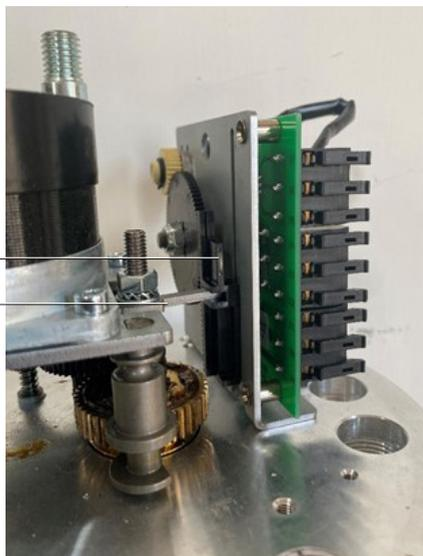

Fig. 8
- Acople la barra de retroalimentación fija directamente a la varilla de accionamiento del eje del actuador. Ver Fig. 8 "Disposición de la retroalimentación del interruptor de recorrido auxiliar (1-6 kN)" para obtener información sobre el producto
- En primer lugar, deslice el interruptor S4 sobre las clavijas de retención del interruptor y asegúrese de que la orientación es tal y como se muestra en la Fig. 8.
- Deslice el interruptor S5 sobre las clavijas de retención del interruptor y asegúrese de que la orientación es tal y como se muestra en la Fig. 8.